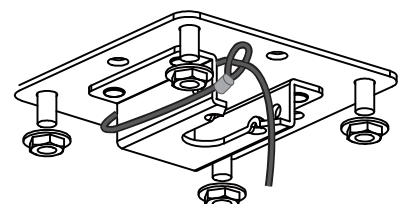

図2 落下防止ワイヤー取り付け図 (例) (天井取付ブラケット側)
- スピーカーハンガーの抜け防止用ボルト・ナット①をはずし、角度調整ナット (水平)/固定用ナット②をゆるめ天井取付ブラケット③とスピーカー取付ブラケット④に分けます。
- 天井取付ブラケット③を天井に取り付けます。四隅のネジ穴を含む4箇所以上で固定してください。PS-S555に付属の落下防止ワイヤーを図2のように金具に通してください。取り付けは、落下防止のため下記の「注意事項」を厳守してください。